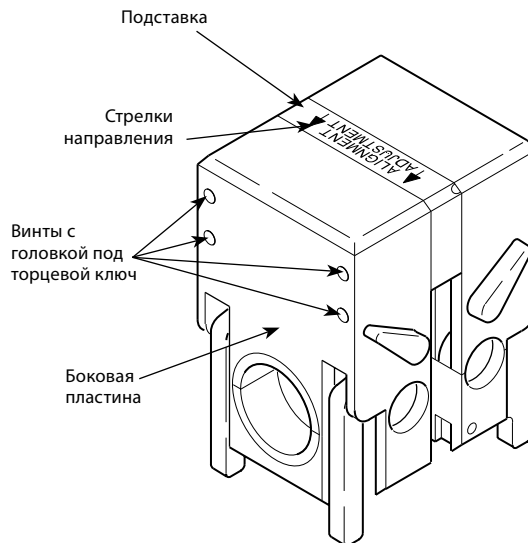

Рисунок 22. Ослабление боковой пластины
1. Переверните фиксирующий блок и найдите на подставке стрелки направления. Стрелки указывают на соответствующую боковую пластину. См. рисунок 22.
2. С помощью входящего в комплект шестигранного ключа на 3/32 дюйма отвинтите четыре винта на соответствующей боковой пластине ровно настолько, чтобы слегка отделить ее от подставки. Чтобы найти соответствующую боковую пластину, см. рисунок 22.